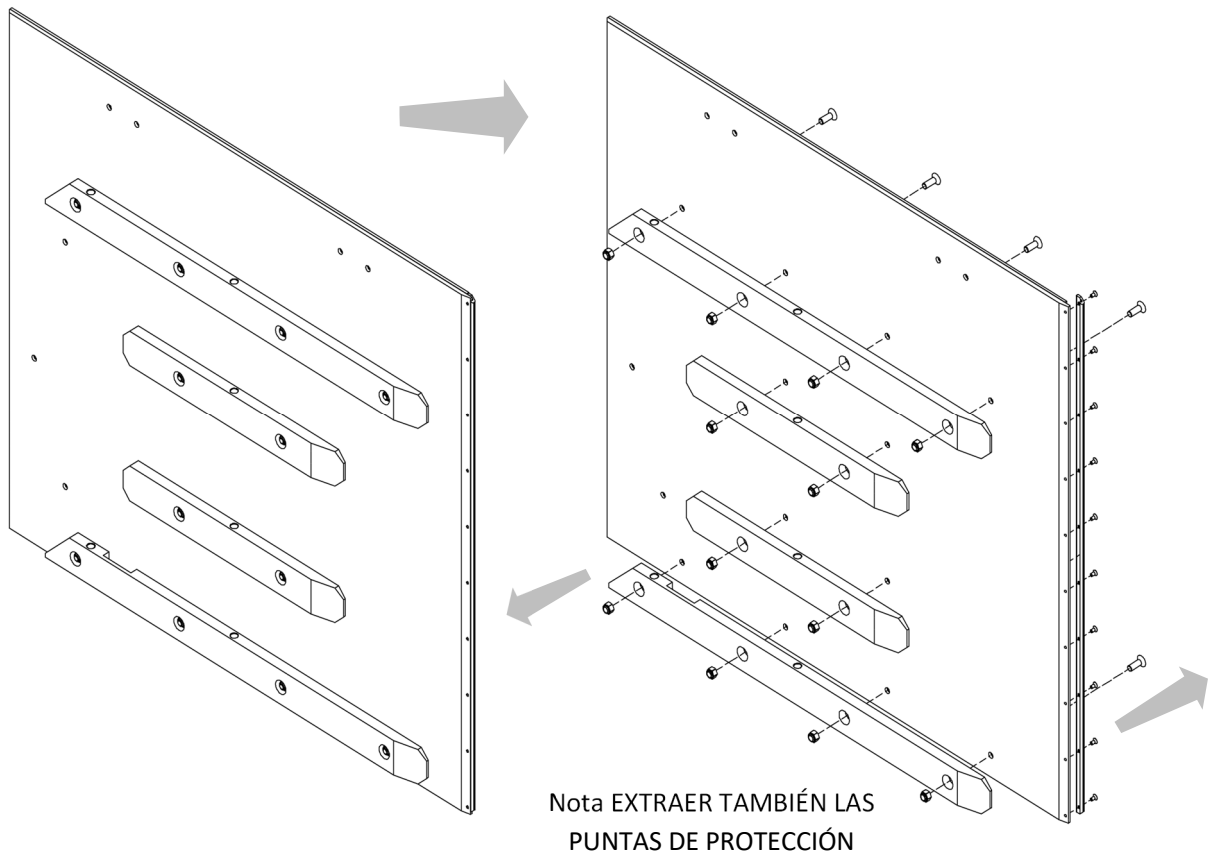

Figura 71
3. Separar las placas de fijación de los batientes, después de haber desatornillado los tornillos y tuercas correspondientes (ver *Figura 71*), prestando además atención a posibles espesores colocados entre las placas y el propio batiente.